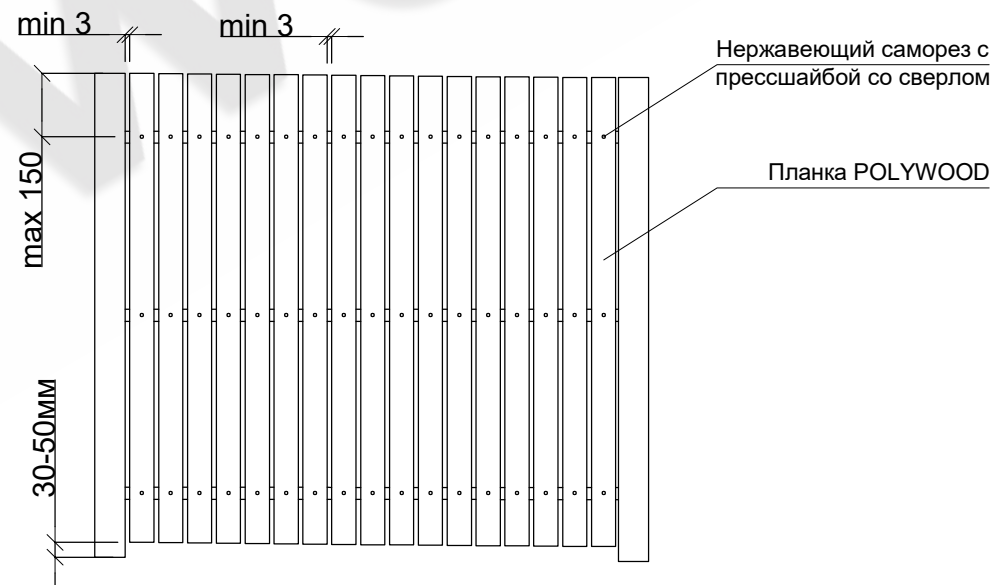

Рис. 8 Крепления заборной доски
- Для крепления досок используется только ицинкованные саморезы с пресшайбой со сверлом по металлу. Крепление осуществляется через заранее подготовленные отверстия в доске диаметром в два раза больше диаметра самореза. (Рис. 8)
- При укладке необходимо оставлять зазор между досками минимум 3мм, так же расстояние между крайними досками и опорным столбом должно быть минимум 3мм. (Рис. 8)
- Требуется оставлять зазор между низом забора и землей 30-50мм. (Рис.8)